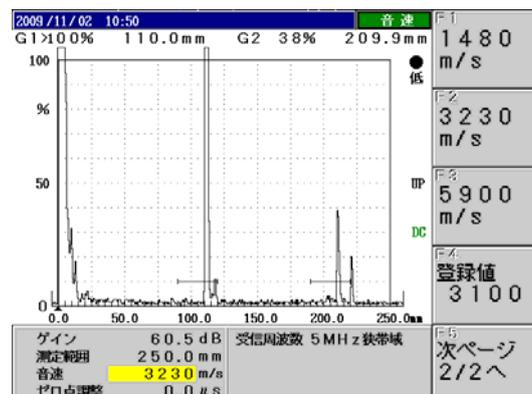

図6 測定範囲調整画面
- ①測定範囲を250mmにする。
- ②音速を3230m/sに設定する。
- ③ゲート1をR100mmのエコーに、ゲート2をR100の繰返しエコーにかかるように設定する。
- ④STB-A1のR100mmからの最大エコー高さを検出する。
- ⑤R100mmの繰返しエコーの高さを40%程度にして、**8** キーと **↑** キーを使用し、1回目のエコーと2回目のエコーとの差を100.0mmに最も近づくようにする。（図6参照）